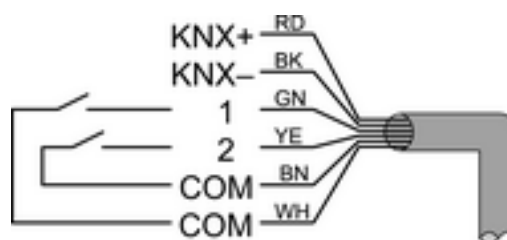

Figura 2: Asignación de la línea piloto
- Dado el caso, conectar los contactos libres de potencial a las entradas (figura 2).